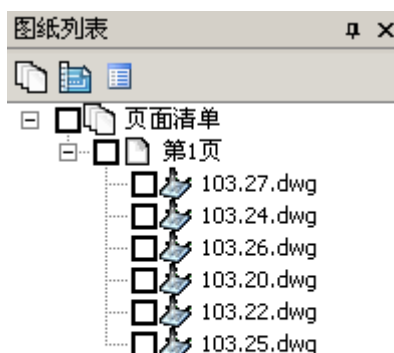

图 5.1 按页面分类
- 按页面分类的图纸清单：点击图纸列表框内的  按钮，图纸将按页面分类。如图 5.1 所示。